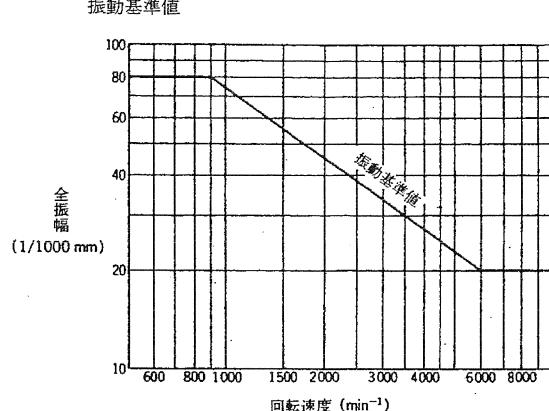

図2
(2) 正常に据付けられている場合の振動基準値を図2に示します。